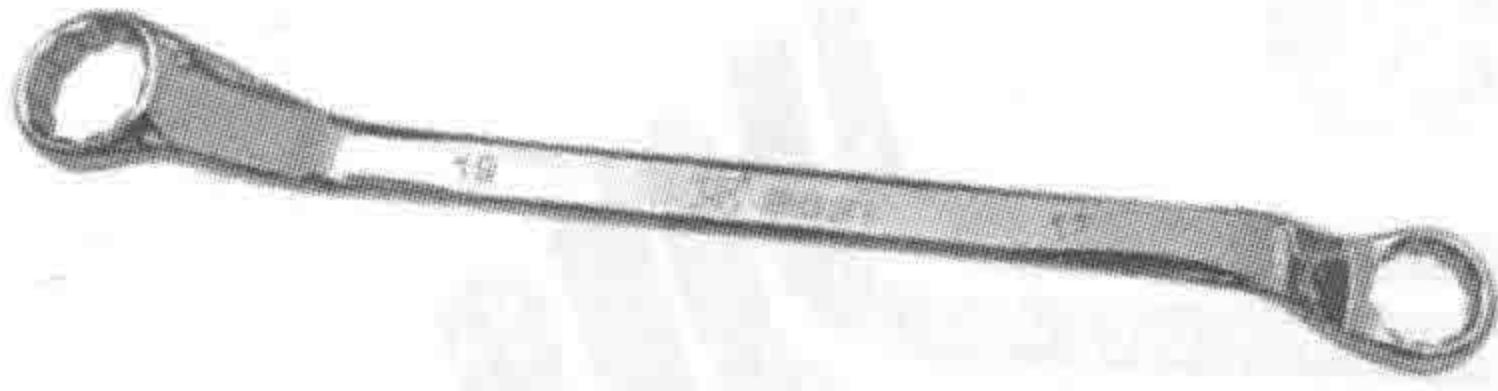

图 1-6 梅花扳手
(3) 梅花扳手 梅花扳手两端具有带六角孔或十二角孔的工作端，如图 1-6 所示。梅花扳手适用于工作空间狭小、不能使用普通扳手的场合。